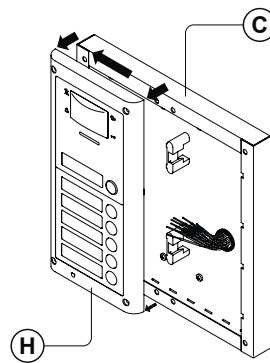

fig. 9
6. As shown on **Fig. 9**, pull back the module support frame **(H)** while moving it slightly to the left as suggested by the pointers;
6. Come mostrato in Fig. 9, tirare il supporto moduli **(H)** indietro compiendo contemporaneamente un leggero movimento a sinistra come suggerito dalle frecce;
6. Comme illustré sur la Fig. 9, tirer le support modules (H) en arrière en accomplissant simultanément un léger mouvement à gauche comme suggéré par les flèches ;